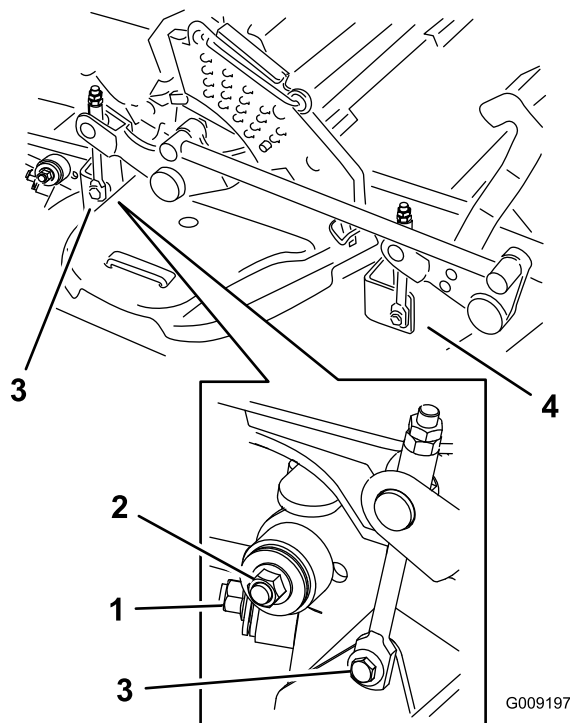

Figure 108
7. Enlevez et mettez de côté les fixations des deux côtés du plateau (Figure 108).